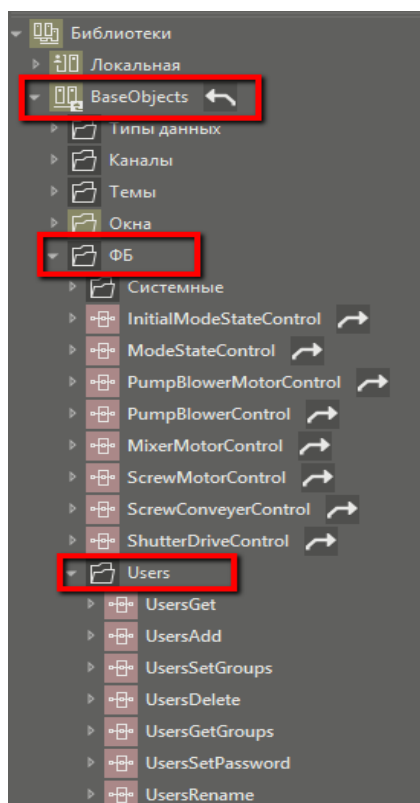

Рисунок 69 – Элементы управления
3. Создается окно с элементами управления, которые будут связаны со специальными функциональными блоками из библиотеки BaseObjects.ФБ.Users (рис. 69).